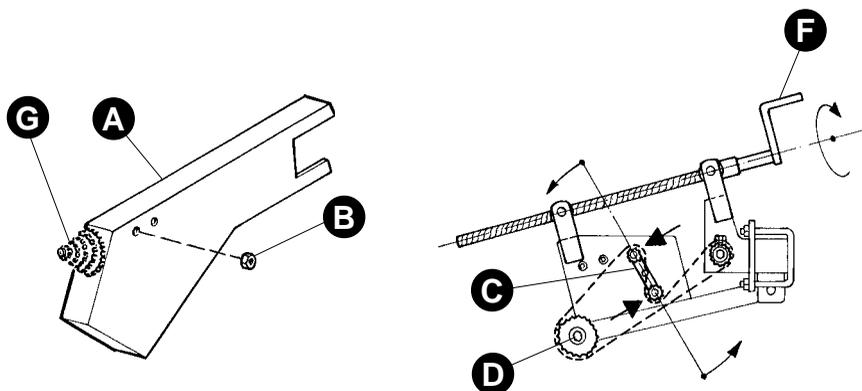

FIG. 13
- Ajustar el registro de profundidad de la rueda (fig. 13.F) para disminuir la tensión de la cadena.
- Aflojar las tuercas (fig. 13.B) y quitar el cárter (fig. 13.A).
- Sin abrir la cadena, sostener el tensor (fig. 13.C) con la cadena aún sobre el mismo.
- Sustituir los engranajes aflojando previamente los tornillos de fijación (fig. 13.D) y colocarlos como se indica en la tabla (fig. 14).
- Volver a montar la cadena y controlar que quede correctamente introducida en el tensor (fig. 13.C).
Fig. 19.D - tazas inclinadas hacia atrás: posición considerada de corrección y aconsejable para trasplantes en film de plástico, a las distancias entre plantas obtenibles con los engranajes 19 (rueda) y 17 (eje hexagonal). (Ver el capítulo 19, fig. 13.)